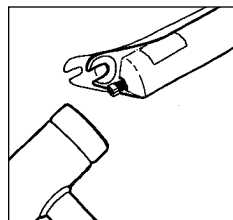

Fig. 4
- 2. Lösen Sie die Schachtschrauben mit einem 6 oder 8 mm Sechskantschlüssel ein Stück, schlagen Sie kräftig mit einem Hammer auf die Schrauben, um sie vom unteren Rohr loszubrechen, und entfernen Sie die Schrauben vollständig (siehe Abb. 4). Öl aus dem oberen Ölbadsystem läuft unten aus den unteren Rohren, wenn die Schachtschrauben entfernt werden. Fangen Sie das Öl mit einem Tuch auf.